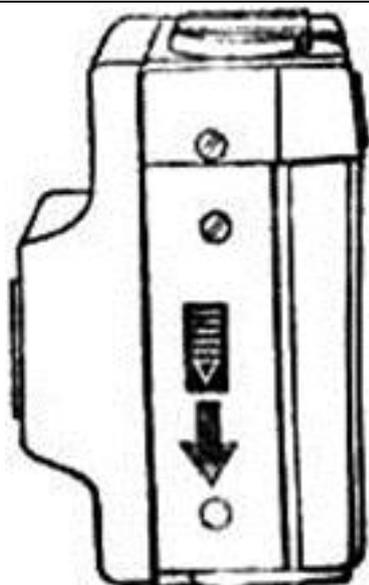

Рис. 5.2.
5.1.2. Открыть объектив, сдвинув заслонку объектива 22 до упора. Сместить замок задней крышки 15 в направлении стрелки и откинуть заднюю крышку 14 (рис. 5.2.)